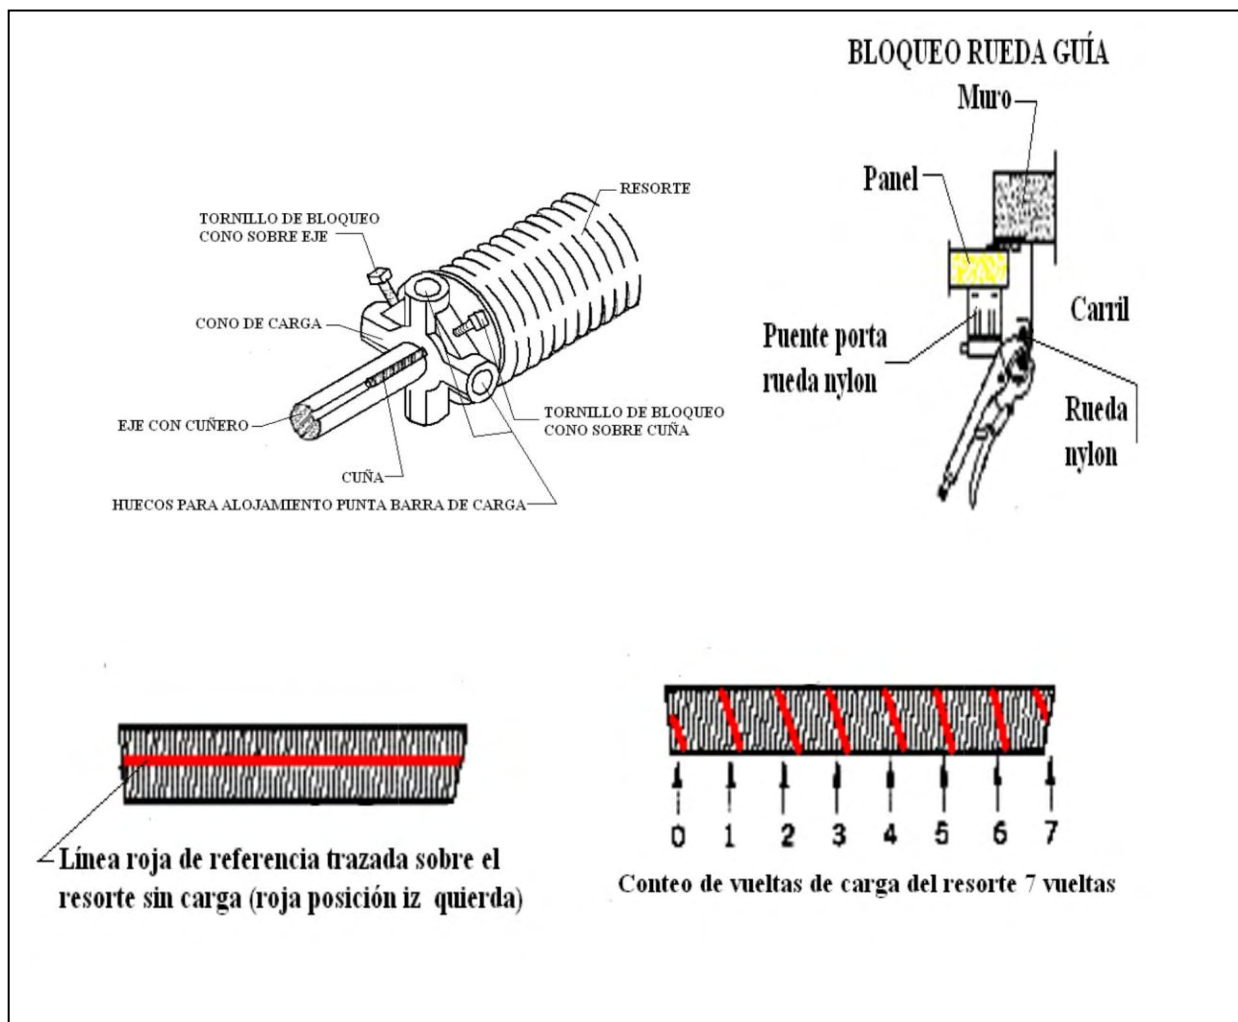

Fig. 6A Cargue de los resortes de Torsion
- Bloquear mediante pinzas de presión el eje porta-resortes, teniendo en tensión el cable apenas montado. (Fig. 6A) Respetar las mismas operaciones para el cable izquierdo, verificando que ambos cables se encuentren perfectamente insertados y fijados en las ranuras apropiadas.
- Calcular la distancia “D” (ver Fig. 6A) con la fórmula indicada. Este espacio adicional será ocupado por el resorte después de la operación de cargue.
- Fijar sobre el eje en cercanía del punto “PI” una pinza de presión (Fig. 6A)
- El número de los giros de cargue debe corresponder al número de espacios entre las espirales (ver Fig. 6A). Si después de dicha operación las espirales del resorte no cubren la distancia "D", es necesario apartar manualmente el cono de cargue hasta cubrir una determinada distancia, de tal manera que las espirales se coloquen correctamente.